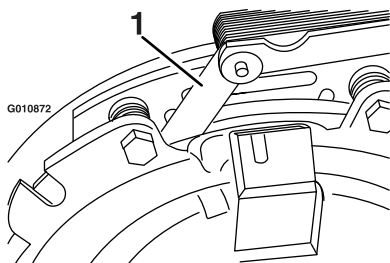
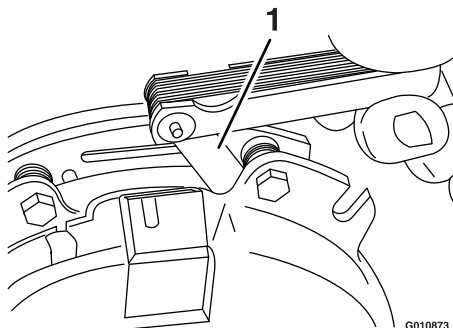

図 66
図 67
- E. 厚さ 0.25 mm のすき間ゲージで、図 66 と図 67 に示すようにブレーキポールの両側でロータとアーマチャ面との間に隙間があることを確認する。